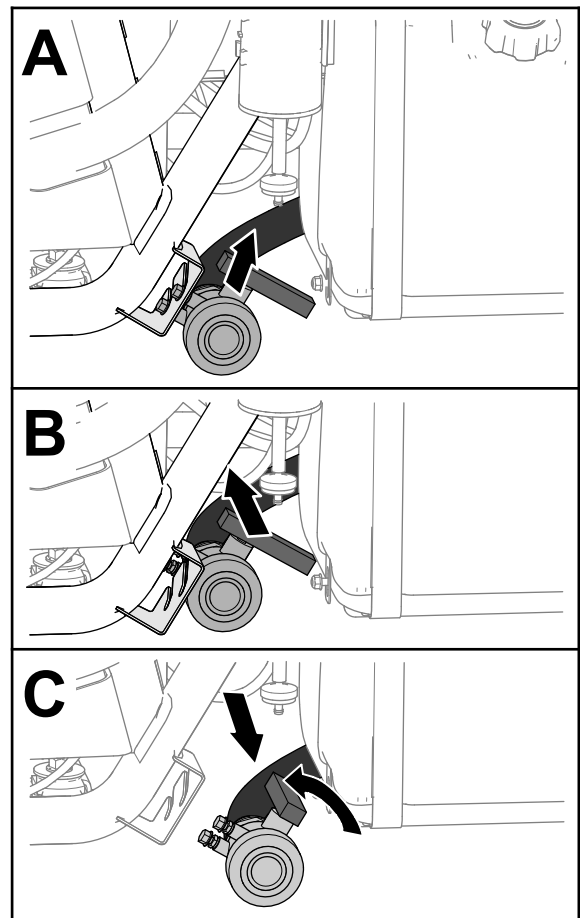

Bild 27
2. Ermitteln Sie das Ablassventil des Behälters an der linken Seite der Maschine vor dem Kraftstofftank (Bild 27).
3. Heben Sie das Ventil an und bewegen es nach innen, bis die Befestigungsbolzen des Ventils nicht mehr in den Schlitten in der Ablassventilhalterung sind, und bewegen Sie das Ventil nach hinten (Bild 27).
4. Fluchten Sie das Ende des Ventils mit dem Ablassbehälter aus und drehen Sie den Ventilgriff nach links in die geöffnete Stellung (Bild 27).
5. Wenn der Behälter ganz geleert ist, drehen Sie den Griff des Ablassventils in die geschlossene Stellung und setzen das Ventil in die Ablassventilhalterung ein (Bild 27).